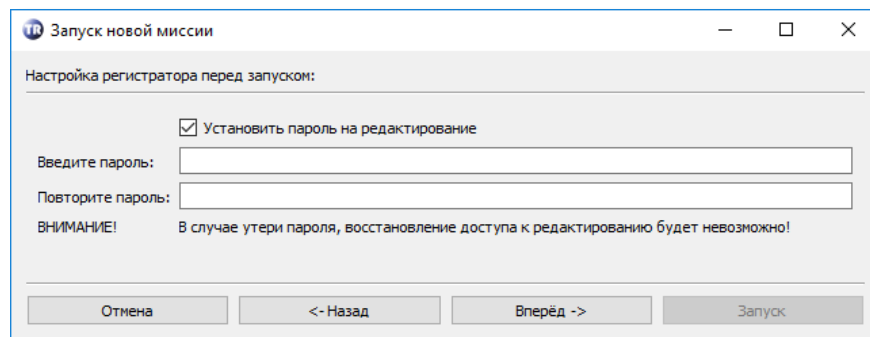

Рисунок 32 – Установка пароля на редактирование
- 4) среди настроек появится окно установки пароля на редактирование (рисунок 32), в котором необходимо установить пароль и нажать «Вперёд»;